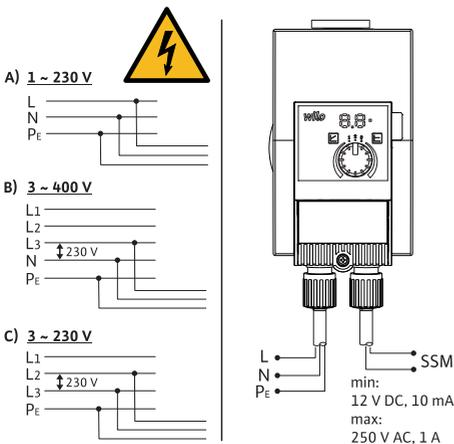

Fig. 3: Possibilidades de ligação
- Ligar a redes de baixa tensão de 230 V. Em caso de ligação a redes IT (forma de rede Isolé Terre), certificar-se de que a tensão entre as fases (L1-L2, L2-L3, L3-L1 → Fig. 3) não excede 230 V.